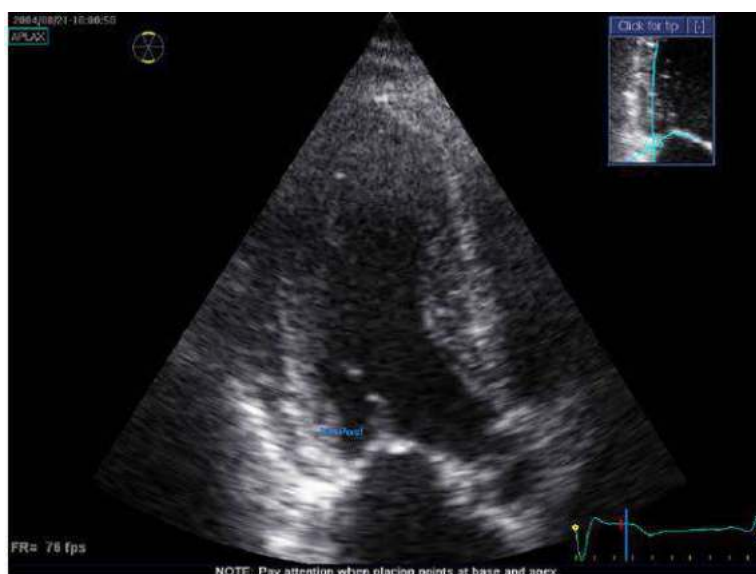

Figura 12-107. Definirea unui ROI
3. Pentru a defini ROI, poziționați trei puncte la limita endocardului; două puncte anulare și unul la apex (consultați Figura 12-107). Respectați indicațiile afișate lângă cursor și pe bara de stare când poziționați cele trei puncte.